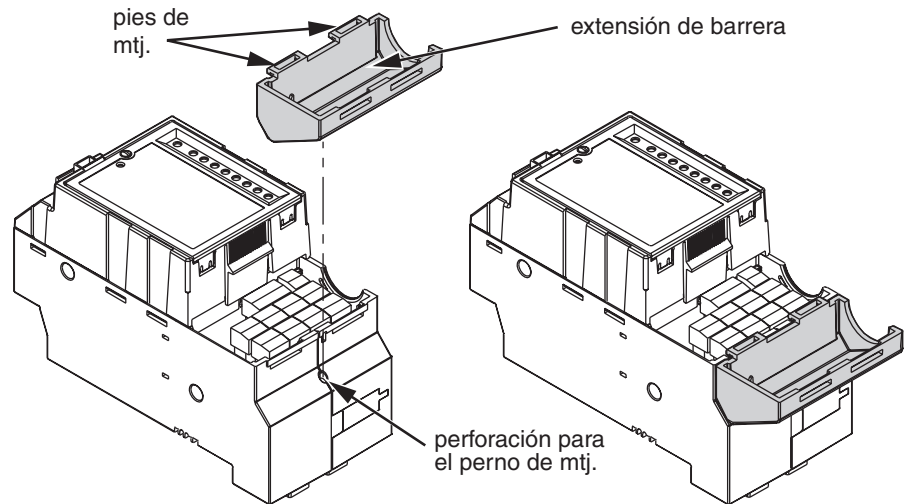

Figura 2: Instalación de la extensión de barrera
4. La extensión de barrera tiene un perno de montaje ubicado en la parte inferior. Alinéelo con la perforación en el controlador (vea la Figura 2).
5. Inserte el perno de montaje en la perforación y presione hacia abajo hasta encajar los pies de montaje de la extensión de barrera en el extremo del controlador (vea la Figura 2).